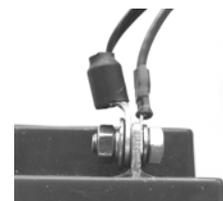

Рис. 2
- е) подключить сетевые провода к автоматическому выключателю QF1 (**фаза (L) должна быть подключена к QF1.1, см. Приложение А**);
- К выводу батареи подключить О-образную клемму термодатчика, как указано на рис. 2, согласно Приложение А.